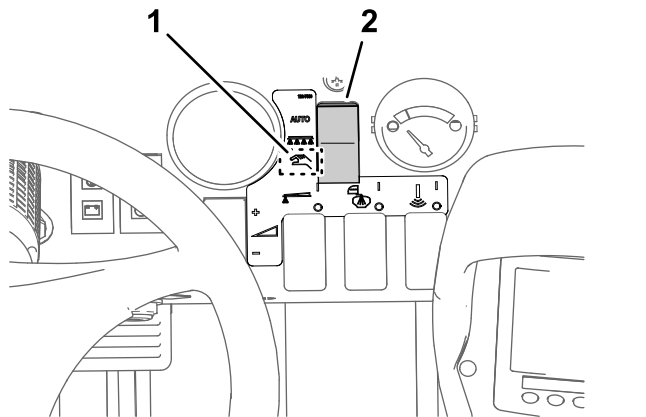

Figure 42
2. Placez le sélecteur de mode du pulvérisateur en position Mode manuel (Figure 42).